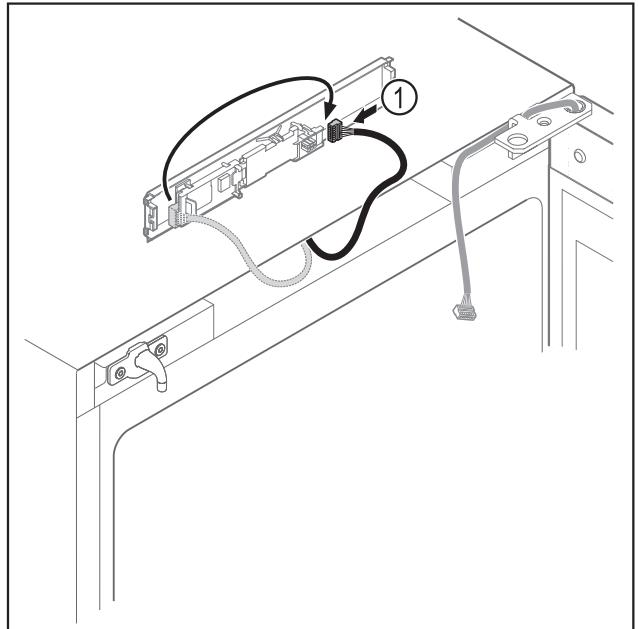

Fig. 19
► Stecker Fig. 19 (1) auf Platine umstecken.